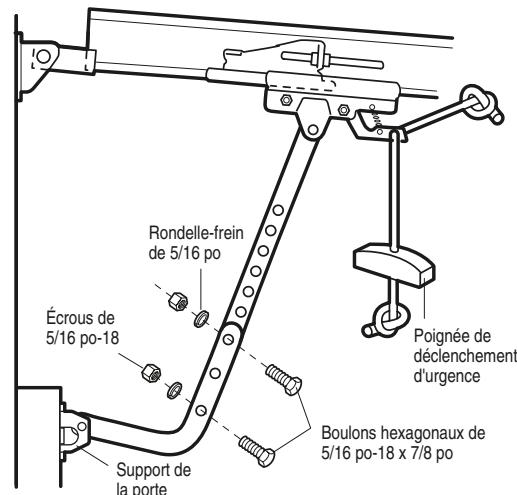

Figure 2
Si l'installation particulière ne nécessite pas de renforcement vertical mais nécessite effectivement des trous de fixation en haut et en bas pour le support de porte, fixer de la manière illustrée à la Figure 2.
- Figure 2 :**